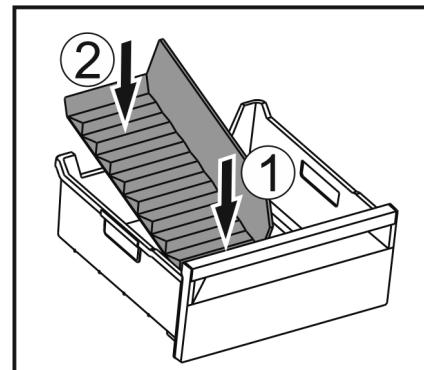

Fig. 150
- Vorderen Teil des Eisfach-Trenners einsetzen. Fig. 150 (1)
► Hinteren Teil des Eisfach-Trenners bis zum Schubfachboden absenken. Fig. 150 (2)